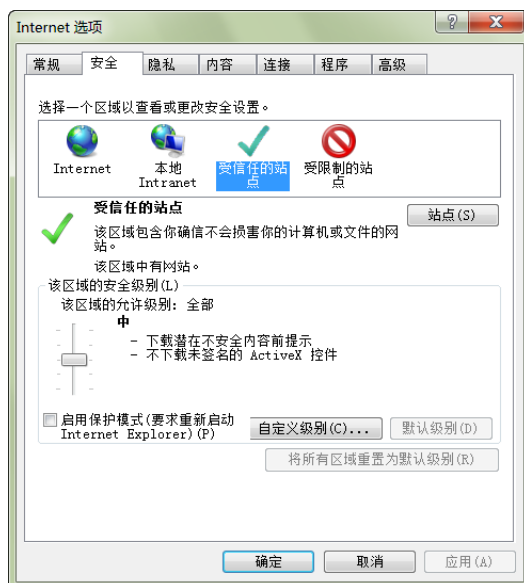
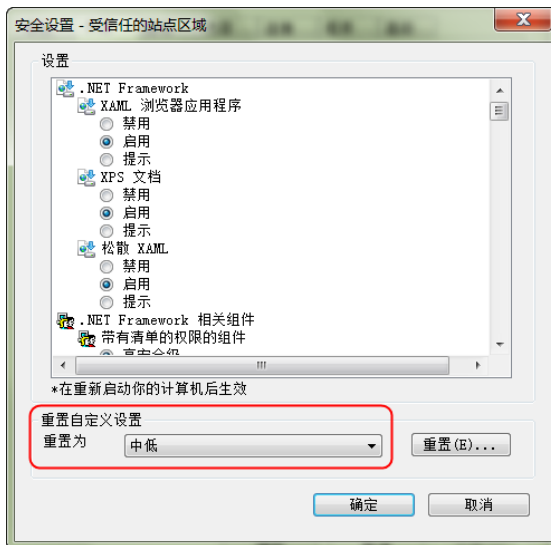

图3-4 安全设置 1
图3-5 安全设置 2
1. 双击 IE 图标运行该软件，点击菜单**工具→Internet 选项**，然后选择**安全**页签，弹出如图 3-4 所示页面。
2. 如图 3-4 所示，选择受信任的站点，点击自定义级别 (C)，弹出如图 3-5 所示对话框。
3. 如图 3-5 所示，将重置自定义设置选为“中低”，并点击重置 (E) 按钮结束重置自定义设置。